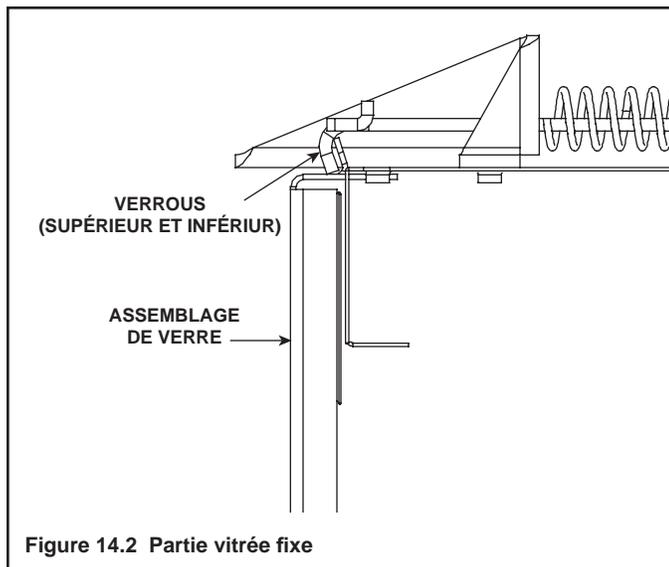

Figure 14.2 Partie vitrée fixe
- Placer des morceaux de braises Glowing Embers® de la taille d'une pièce de dix sous près des orifices, mais pas sur ou entre les orifices (voir la Figure 14.2). Bien s'assurer que les orifices ne sont pas recouverts. Le non-respect de ces règles peut causer des problèmes d'allumage et d'accumulation de suie.
- Tirez les quatre verrous de verre hors de la rainure sur le cadre de verre. Retirez la porte de verre de l'appareil (voir la Figure 14.2).